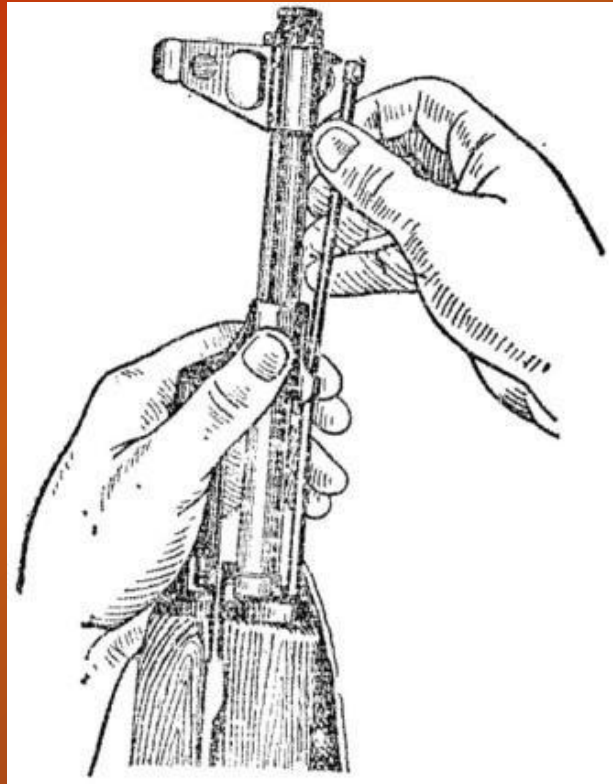

Рис. 4. Отделение шомпола
3) Отделить шомпол. Оттянуть конец шомпола от ствола так, чтобы его головка вышла из-под упора на основании мушки (рис. 4), и вынуть шомпол вверх. При отделении шомпола разрешается пользоваться выколоткой.